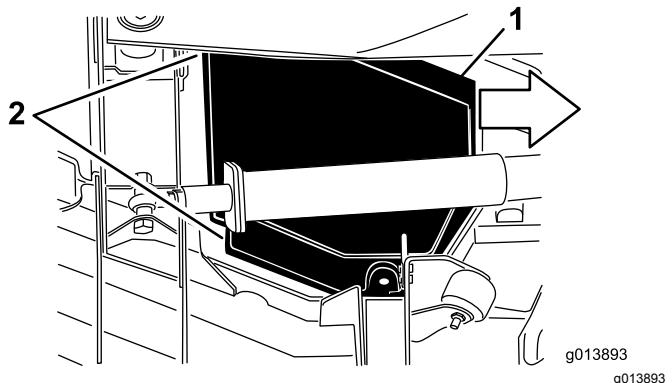

Figura 67
5. Enquanto levanta a cobertura, desloque-a na direção da unidade de tração aproximadamente 2,5 cm para desengatar a extremidade da cobertura exterior da plataforma (Figura 67).